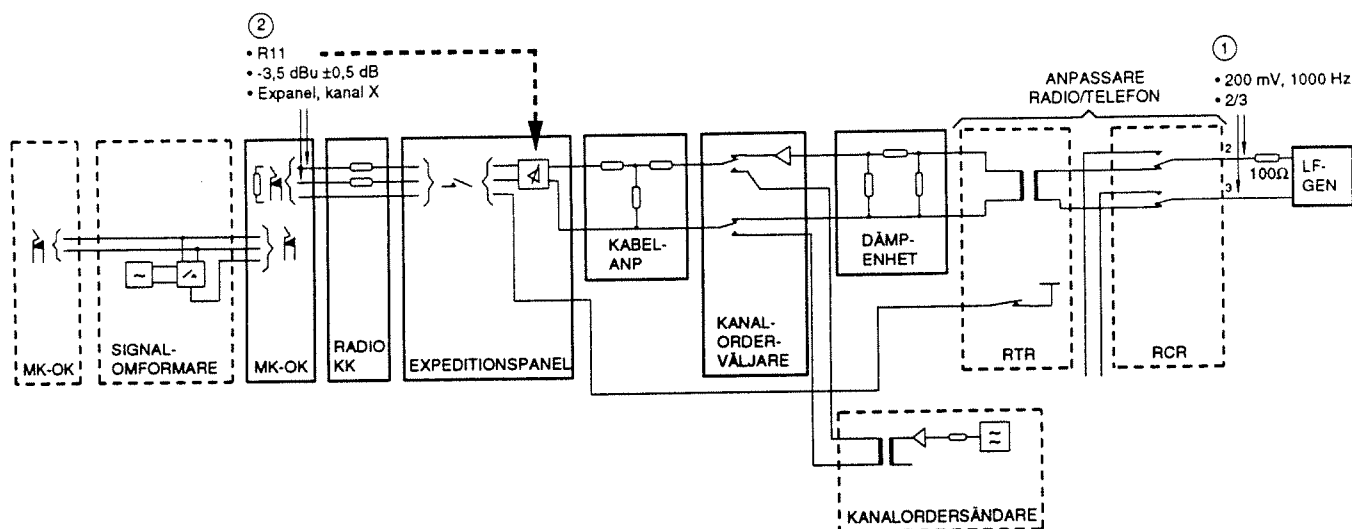

Bild 10
- Anslut nivåmetern till expeditionspanelernas MK-OK jack för kanal 1, pos 2 bild 10. Anslut ett motstånd på 600 ohm parallellt med nivåmetern.
- Anslut LF-generatorn via ett motstånd 100 ohm till hylsorna 2 och 3, pos 1, i bordets hylstag för huvudmikrotelefon, se bild 10.